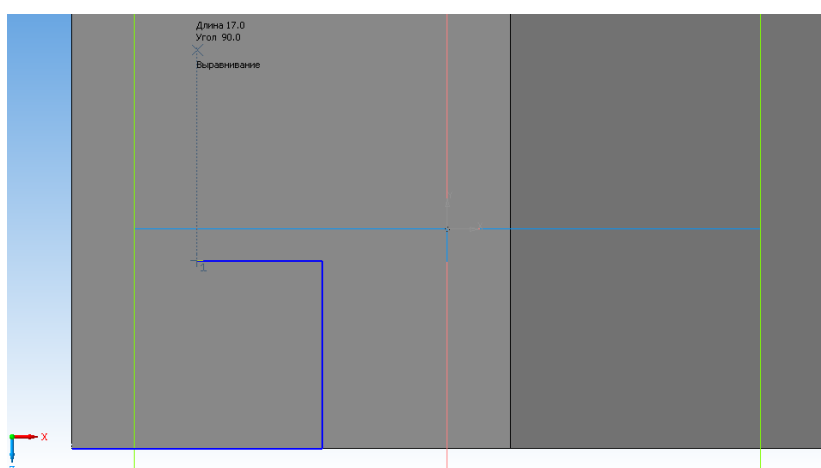

Рисунок 13.24 – Создание отрезков
11. Введите последовательно длину: вправо 20 мм, вверх 15 мм, влево 10 мм (рисунок 13.24).